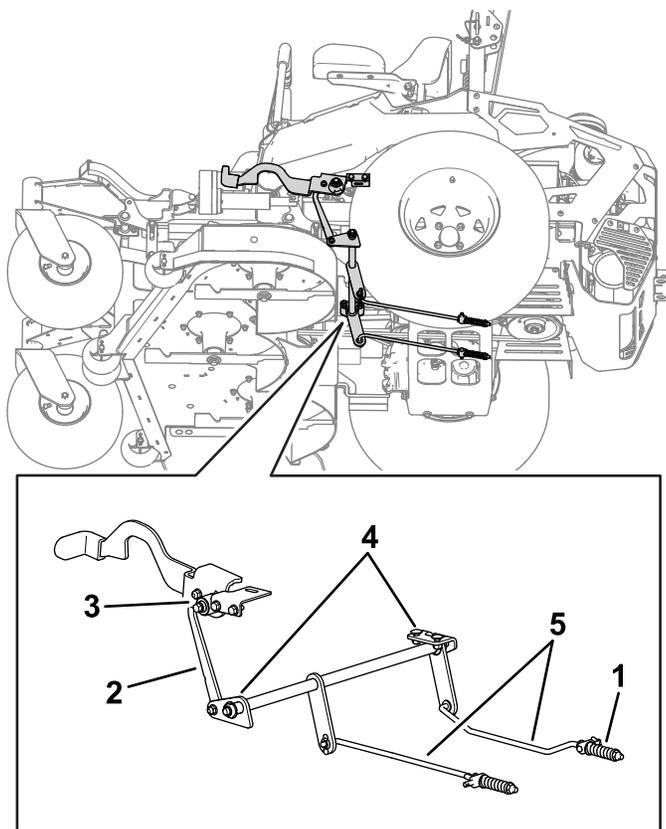

Рисунок 57
7. Если необходима регулировка, выключите стояночный тормоз. Проверьте все компоненты тяги стояночного тормоза на наличие износа. Замените все изношенные компоненты (Рисунок 57) и повторите пункт 6.